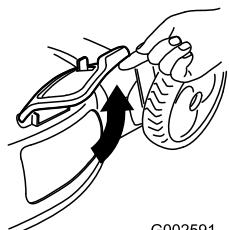

Figura 30
- Levante la puerta de descarga lateral (Figura 30).